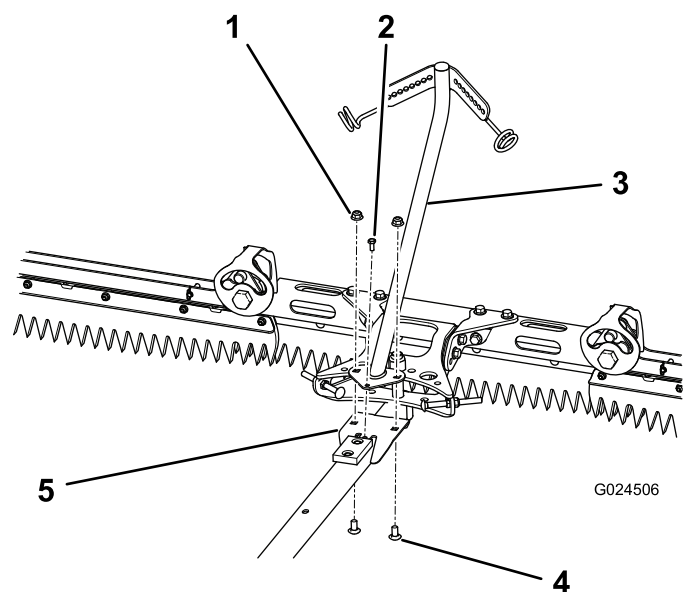

Рисунок 8
1. Совместите отверстия в пластине в нижней части стрелы в сборе с отверстиями в пластине около задней части буксировочной штанги (Рисунок 8).